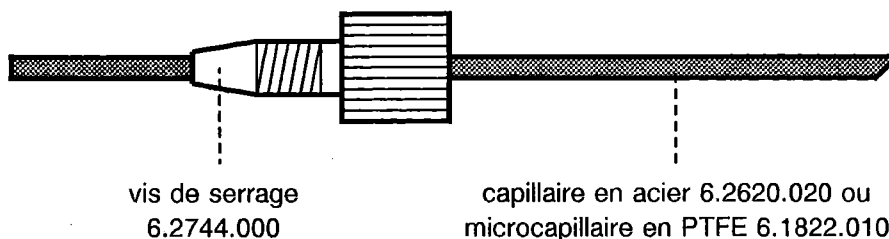

Fig. 9: Pièce de connexion en PVDF
- 2▶ Monter une vis de serrage 6.2744.000 au bout du capillaire en acier selon *Fig. 9*.